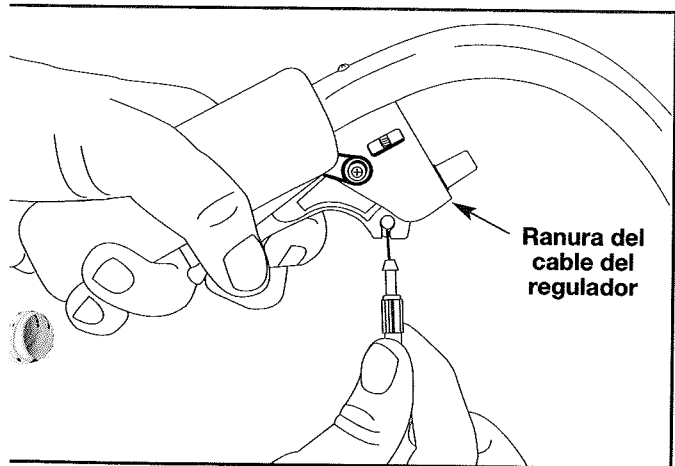

Fig. 10
3. Con el gatillo del regulador oprimido, coloque el extremo del tambor del cable del regulador dentro del orificio del gatillo (Fig. 10).